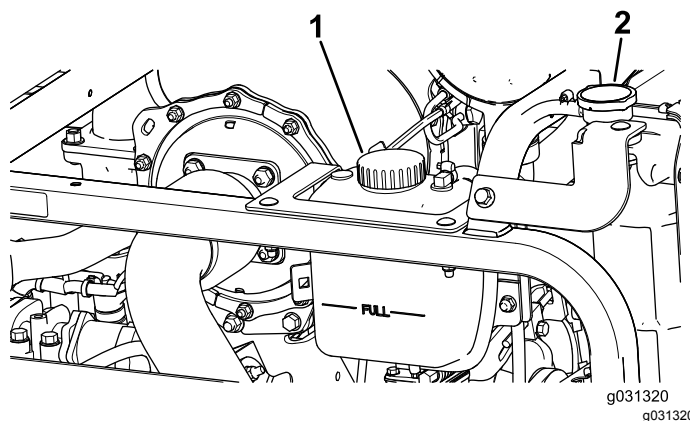

Figura 106
1. Togliete con cautela il tappo del radiatore e il tappo del serbatoio di espansione (Figura 106).
2. Controllate il livello del refrigerante nel radiatore (Figura 106).